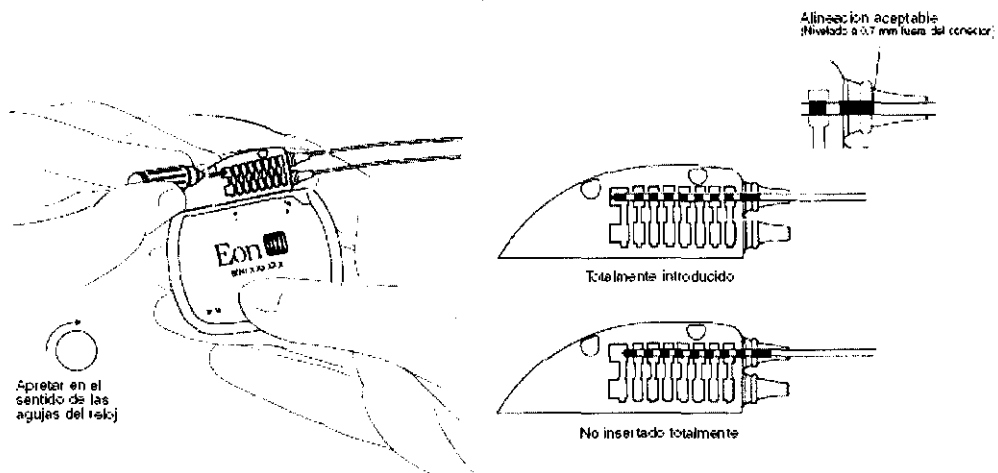

FIGURA 31
3. Utilice el destornillador para apretar el tornillo de fijación, girando en el sentido de las agujas del reloj (consulte la Figura 31). Apriete el tornillo de fijación hasta que el destornillador haga clic.